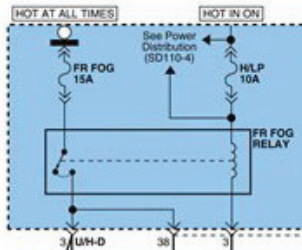

Рис. 7. Подключение реле с отдельными цепями силовых контактов и обмотки.
- в схемах автомобиля, где цепи управления обмоткой и силовых контактов разделены (см. Рис.7), можно использовать режим **«внутреннего управления режимом»**